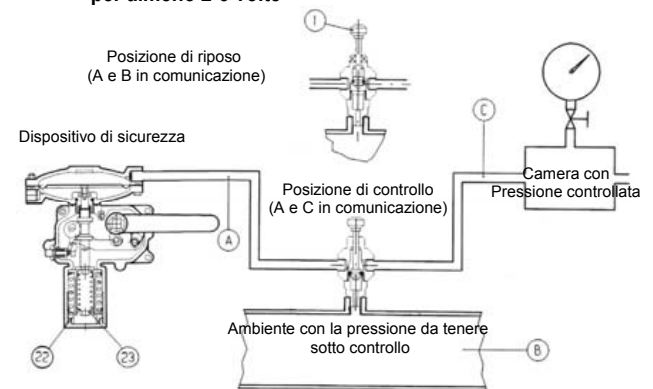

fig. 18
- A) Per i dispositivi di blocco collegati alla tubazione di valle tramite la valvola deviatrice a tre vie "push" 11 procedere nel modo che segue (fig. 18):
- A)** Per i dispositivi di blocco collegati alla tubazione di valle tramite la valvola deviatrice a tre vie "push" **11** procedere nel modo che segue (fig. 18):